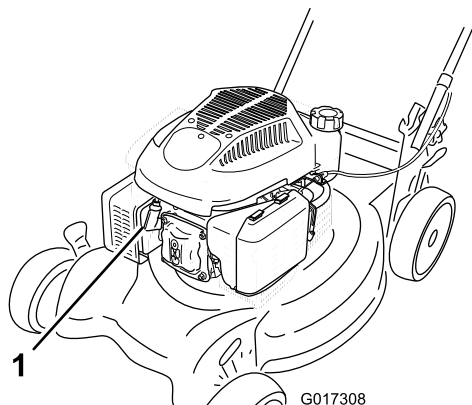

Рисунок 23
- Отсоедините провод от свечи зажигания (Рисунок 23), прежде чем выполнять любые процедуры технического обслуживания.